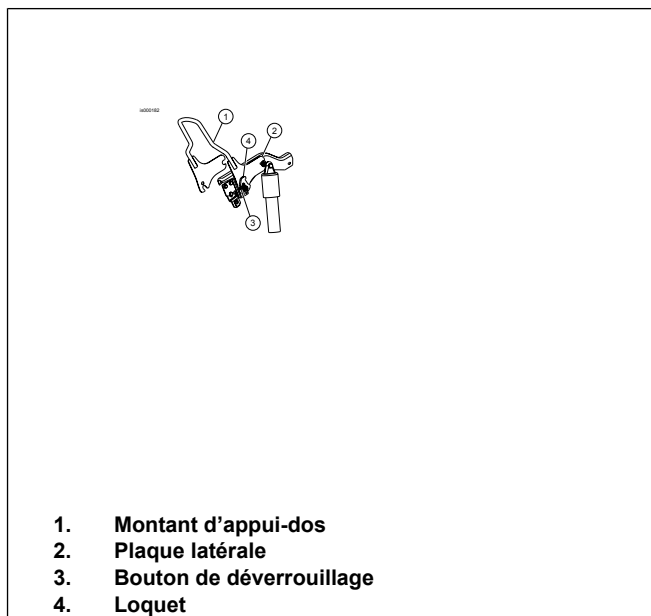
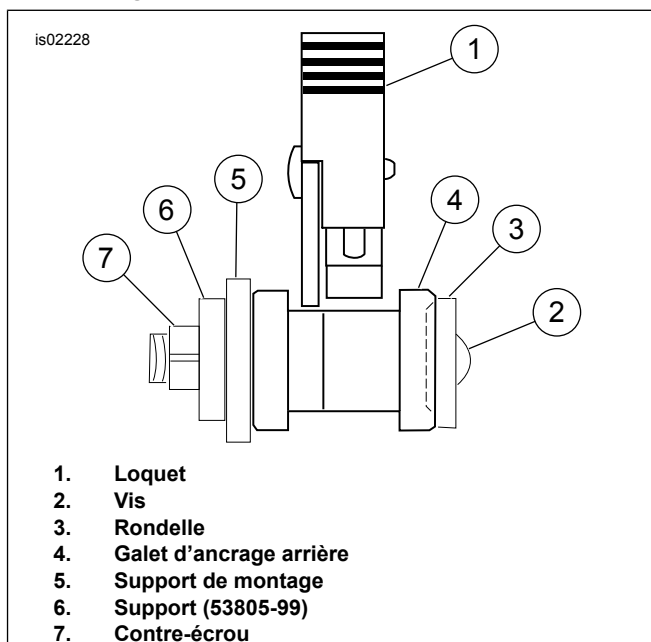

Figure 5. Appui-dos et visserie installés
Figure 6. Alignement de loquet de galet d'ancrage arrière
3. Voir la Figure 5 et la Figure 6. Placer les loquets sur les galets d'ancrage arrière. Vérifier que les loquets s'installent dans le col des galets d'ancrage arrière comme indiqué. Cela peut nécessiter la compression ou l'écartement délicat des plaques latérales.
5. Voir la Figure 5. Pour retirer les plaques latérales, appuyer sur le bouton de déverrouillage de chaque côté et tirer les leviers de loquet vers l'arrière. Soulever avec soin l'arrière des plaques latérales et sortir les plaques latérales des galets d'ancrage avant.